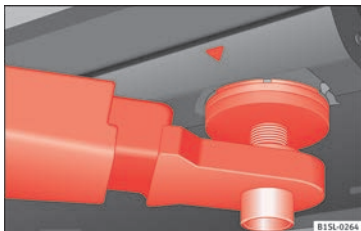
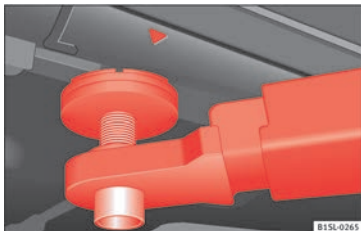

Fig. 159 Puntos de apoyo delanteros para elevar el vehículo con la plataforma elevadora o con el gato.
Fig. 160 Puntos de apoyo traseros para elevar el vehículo con la plataforma elevadora o con el gato.
Para levantar el vehículo deberá servirse únicamente de los puntos indicados en las figuras » fig. 159 y » fig. 160. Si no se eleva el
- Elevar el vehículo sirviéndose únicamente de los puntos indicados en las figuras » fig. 159 y » fig. 160. Si no se eleva el vehículo por los puntos indicados, podría caerse de la plataforma elevadora al desmontar, por ejemplo, el motor o la caja de cambios.